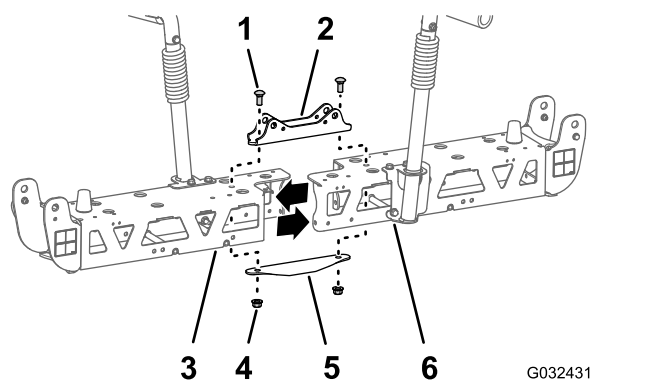

Bild 75
2. Entfernen Sie die zwei Schlossschrauben (1/2" x 1-1/4") und die zwei Sicherungsmutter (1/2"), mit denen die schmale Zylinderbefestigung, die linken und rechten Trägerrahmen und die schmale Verbindungsplatte befestigt sind (Bild 75).